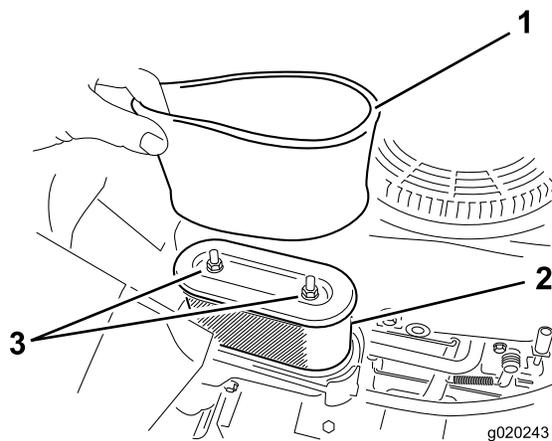

Bild 29
5. Nehmen Sie die Schaum- und Papierfiltereinsätze vorsichtig aus dem Luftfiltergehäuse heraus (Bild 29).
1. Setzen Sie den Schaumfilter auf den Papierfilter (Bild 29).